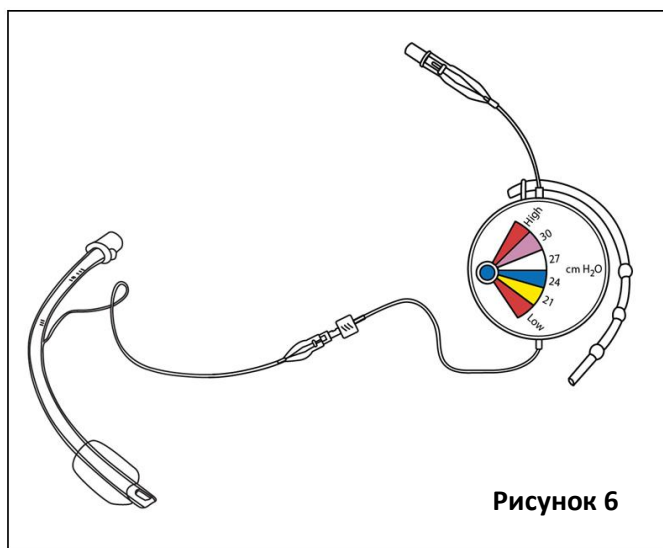

Рисунок 6
2.3. С данного момента Suffix выполняет непрерывное регулирование и мониторинг давления в манжете в пределах предпочтительного диапазона **20-30 см вод. ст.** Давление в любое время можно обнаружить с помощью светового индикатора [Рисунок 6].